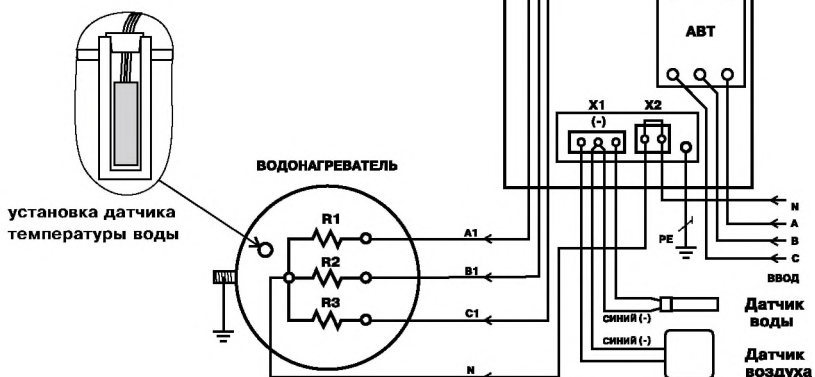

Рис.2 Схема подключения панели управления
5.2. Эксплуатация панели должна осуществляться только при условии ее подключения в соответствии со схемой подключений (Рис.2).
6.3. Подключить панель к питающей сети кабелем соответствующего сечения исходя из номинальной мощности электроводонагревателя согласно схеме подключений Рис.2 настоящего паспорта. Если используется одножильный медный провод, то необходимо тщательно зачистить и облудить присоединяемые концы. При использовании многожильного кабеля его концы необходимо тщательно зачистить и обжать контактным наконечником.
Во избежание искрения, места присоединения проводов необходимо тщательно затягивать. Ввод кабелей и проводов осуществляется с учетом сохранения степени защиты панели. При подключении панели ПУ ЭВТ-И1 к однофазной сети переменного тока необходимо соединить вместе клеммы А,В,С вводного автомата и подключить их к фазному проводу питающей сети. Нулевой провод питающей сети подключается согласно схеме Рис.2.
6.4. Установить датчик температуры воды, выполненный в виде гильзы из нержавеющей трубки, в специальное герметичное отверстие в водонагревателе. Для этого необходимо извлечь защитную пробку из отверстия, поместить в него датчик до упора и зафиксировать его пробкой, входящей в комплект датчика, (см.Рис.2). Датчик температуры воздуха необходимо установить в помещении на высоте 1.4 - 1.5 м от пола, исключив прямое воздействие на него потоков воздуха от нагревательных приборов, вентиляторов и т.д.. Нагрев корпусов датчиков при монтаже не должен превышать их максимальную рабочую температуру. Подключить датчики к монтажной колодке Х1 в соответствии со схемой Рис.2, обращая особое внимание на полярность датчиков. Провода датчиков синего цвета, помеченные знаком (-) подключаются на среднюю клемму колодки Х1. Датчики подключаются медными проводами сечением 0.5- 0,75кв.мм необходимой длины. При длине провода более 10 метров желательно использовать провода свитые в пары (не более 50 метров).
6.5. Подключить панель к электроводонагревателю согласно схеме подключений Рис.2 кабелем соответствующего сечения исходя из номинальной мощности электроводонагревателя.
6.6. Выполнить заземление (защитное зануление) корпуса панели в соответствии со схемой подключений Рис.2 .